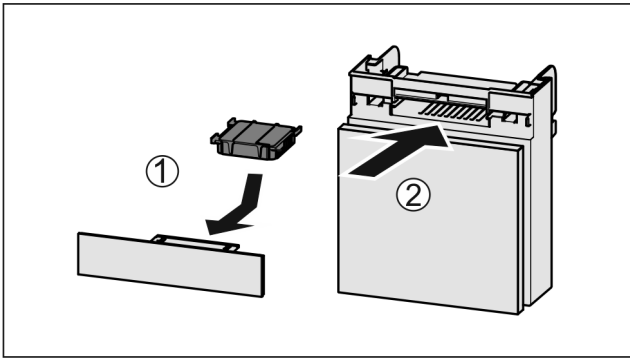

Fig. 173
- ▶ Wkładać Fig. 173 (1) filtr z węglem aktywowanym zgodnie z ilustracją.
- ▶ Wsunąć komorę Fig. 173 (2).